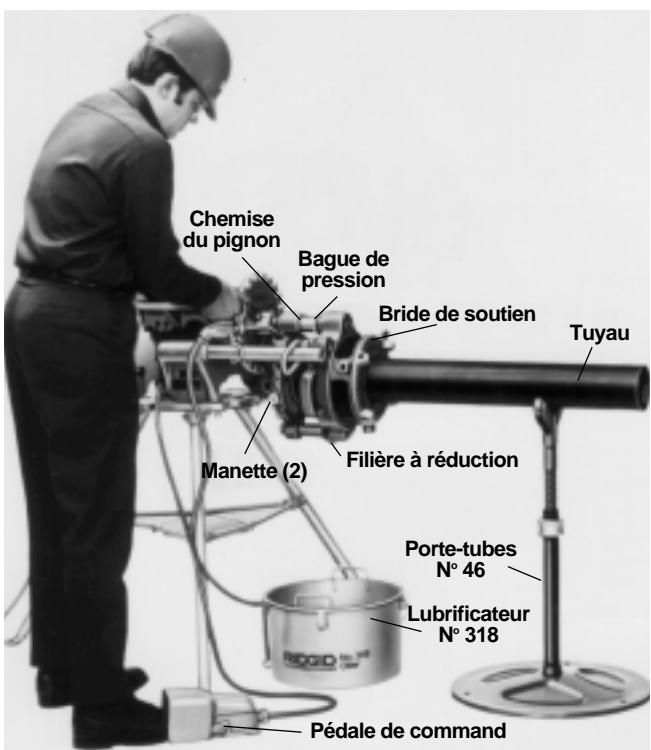

Figure 18 – Filetage des tuyaux avec la filière à réduction N° 141 (raccordement direct) (idem filière N° 161)
9. Positionnez le lubrificateur N° 318 directement sous la filière (Figure 18).
10. Soutenez les grandes longueurs de tuyau à l'aide d'un porte-tubes (Figure 18). Positionnez ce dernier à environ 2½ pieds de la filière.
5. Inondez les filières (Figure 18) d'huile de coupe RIDGID Thread Cutting Oil durant toute l'opération de filetage afin de prolonger la vie des filières.